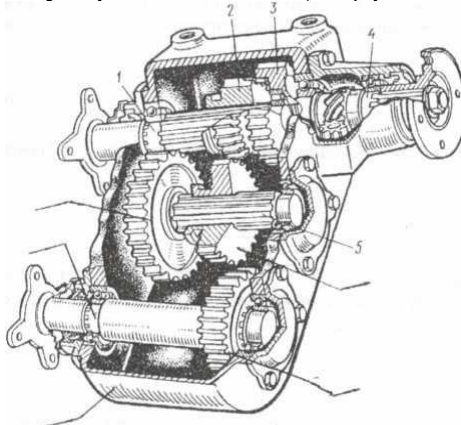

Рис. 18. Раздаточная коробка с понижающей передачей.
1. Обозначьте в соответствии с нумерацией детали (1-5) раздаточной коробки (рис. 18.).